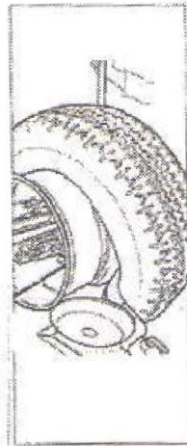

Рис. 7.7
I. Повернуть монтажную головку на 180 град. и вставить между ободом диска и бортом шины (см. рис. 7.7). Перемещать его до тех пор, пока борт не покажется из-под закраины диска колеса (эту операцию лучше выполнять в процессе вращения колеса).